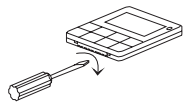

Рис. 1
2. Как показано на рис. 1, используйте шлицевую отвертку для открытия корпуса пульт. Для этого аккуратно вставьте отвертку в паз на нижней торцевой поверхности пульта и слегка поверните. Постарайтесь не повредить корпус или плату пульта.